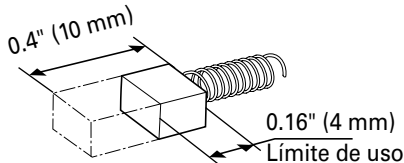

Fig. 39
3. Inspección de las escobillas de carbón (Fig. 39)